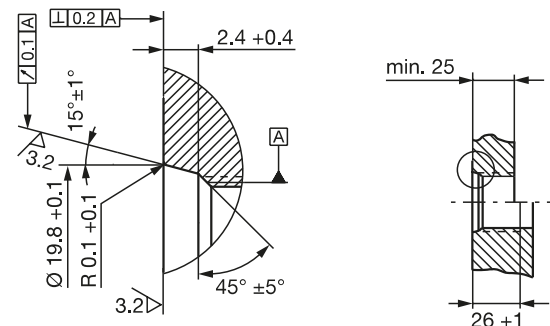
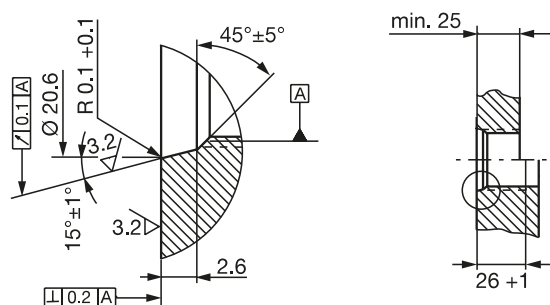

Fig. 4-3: Foro di avvitamento M18x1.5 secondo ISO 6149 O-ring 15.4x2.1
Fig. 4-4: Foro di avvitamento 3/4"-16UNF secondo SAE J475 O-ring 15.3x2.4
- ▶ Creare il foro di avvitamento con filettatura (eventualmente svasatura per l'O-ring) come da Fig. 4-3 o Fig. 4-4.